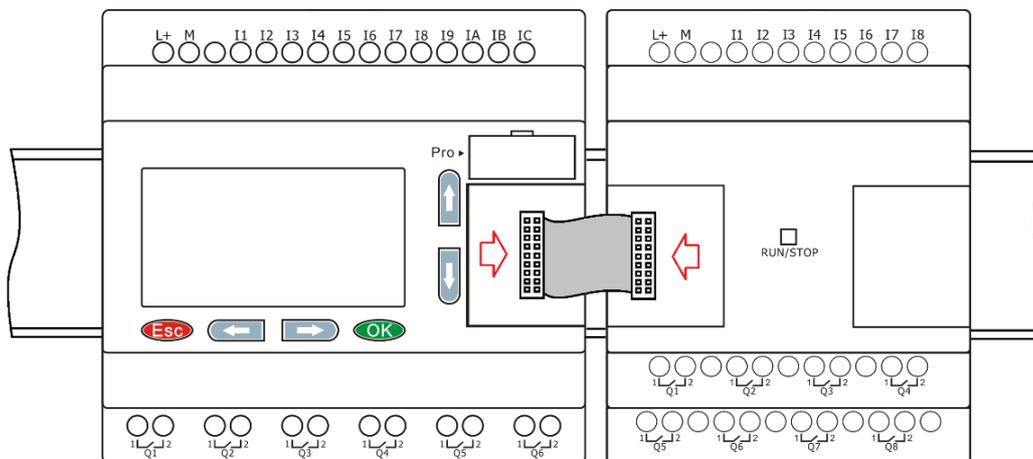

Рисунок 1.47 - Монтаж на DIN-рейку
3. Аналогичным образом закрепите модули расширения справа от модуля ЦПУ и соедините модули при помощи шлейфовой перемычки. Для доступа к соединительным разъемам необходимо открыть пластиковые защитные крышки на соединяемых модулях (рисунок 1.47).